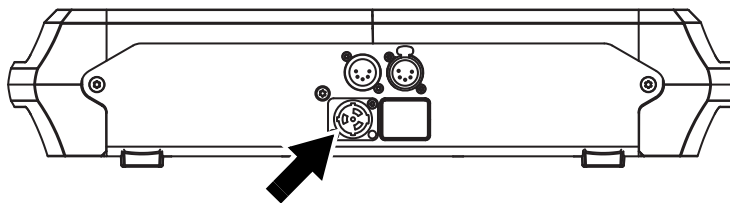

Figure 8: Embases d’alimentation et de recopie secteur.
2. Voir Figure 8. Insérez le connecteur TRUE1 du câble dans l’embase secteur de l’appareil (voir repère) et tournez-la dans le sens horaire.
Le MAC Encore™ Wash est équipé d'embases XLR 5 broches pour l'entrée et la recopie DMX et RDM (voir Figure 8 en page 11). Le brochage par défaut des embases est le suivant :